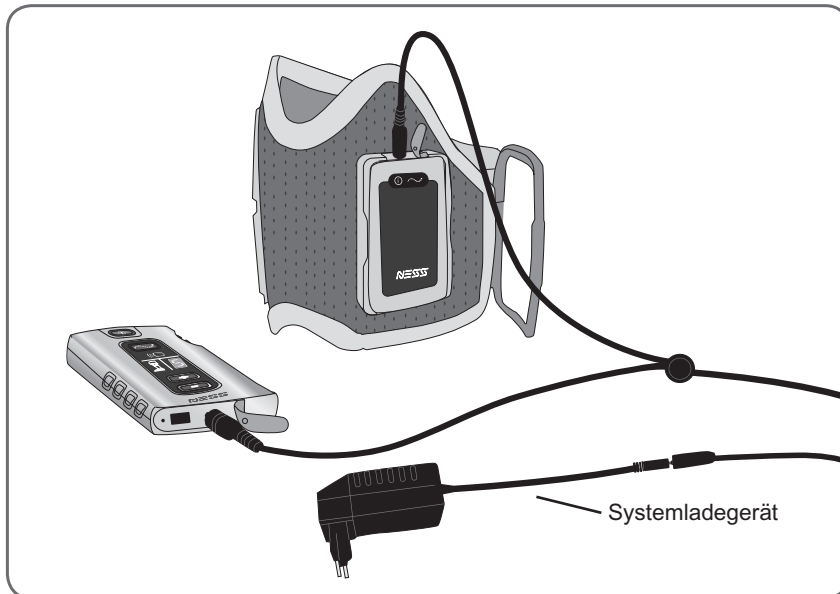

Abbildung 8-2: Anschluss des Ladegeräts. (Normale L300-FS-Manschette abgebildet.)
3. Schließen Sie das Systemladegerät an die Steuereinheit und die RF-Stimulationseinheit an. (Siehe Abbildung 8-2.)